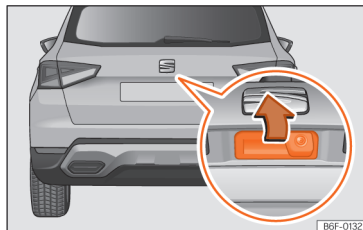

Fig. 58 Porta da bagageira: abertura a partir do exterior.
- **Abrir:** faça uma ligeira pressão na pega. Abre-se automaticamente. >>> Fig. 58.